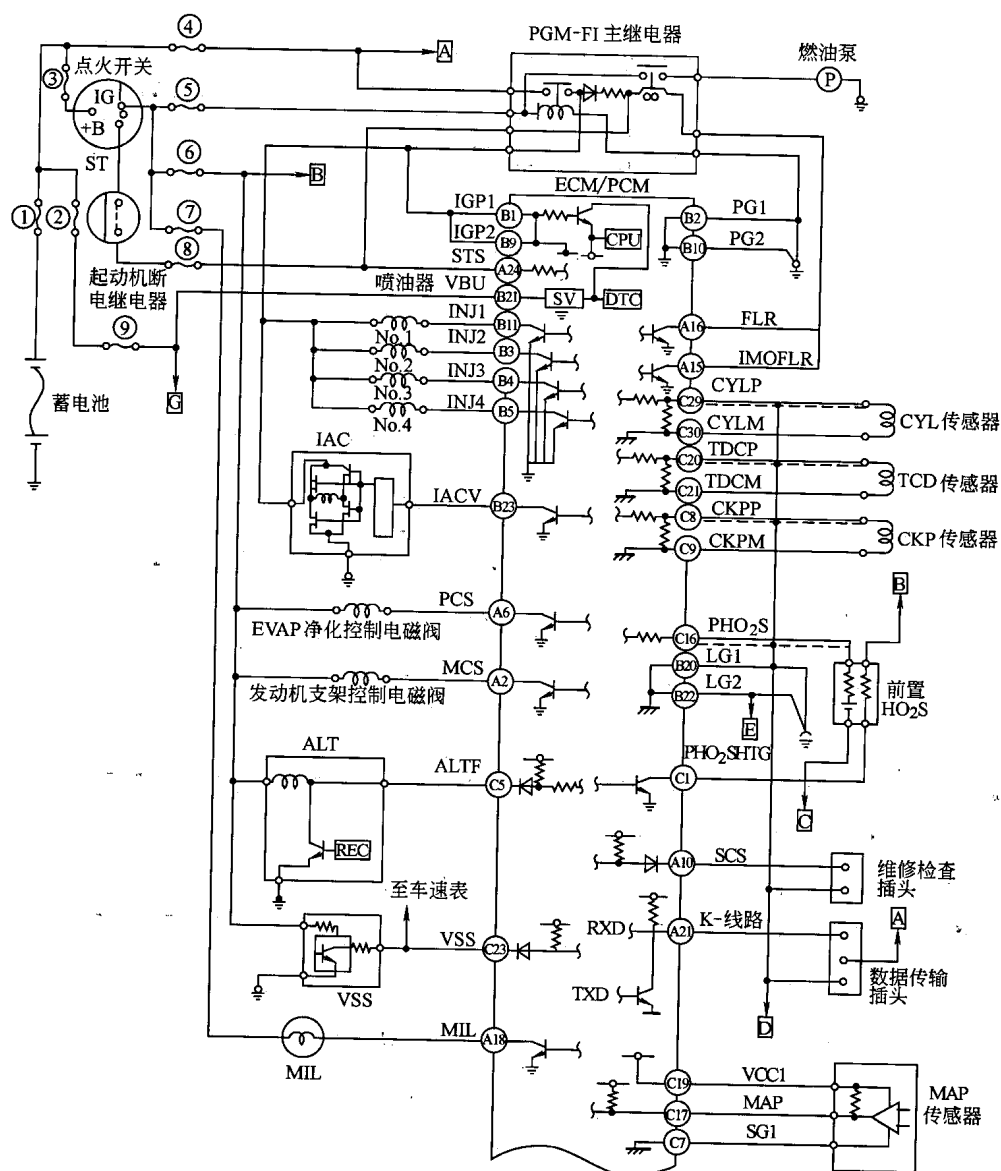

图 1-1-1 4缸发动机电路图 (一)
(1) 4缸发动机电控系统电路图见图 1-1-1 ~ 图 1-1-3。